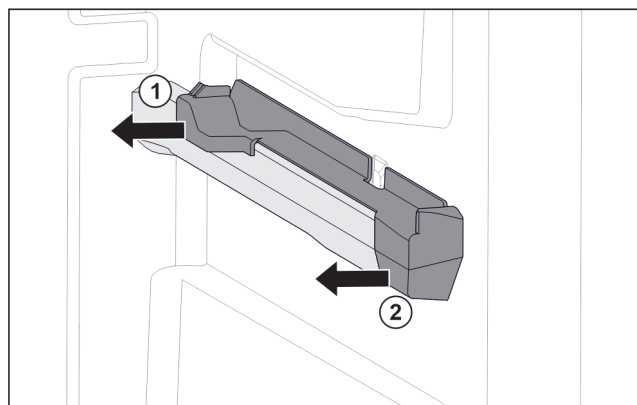

Fig. 96 右侧容器肋梁上的插装件
- ▶ 将插装件后部拉到一侧。 Fig. 96 (1)
- ▶ 将插装件前部拉到一侧。 Fig. 96 (2)